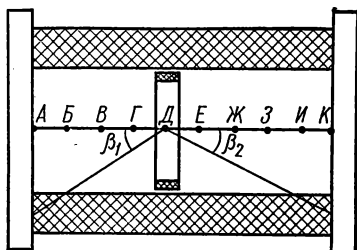

Рис. 2.36
1. Магнитное поле, созданное током прямолинейной катушки индуктивности (рис. 2.36), существует как внутри ее, так и снаружи, причем, внутри катушки индукция больше, чем снаружи. Если витки катушки уложены равно-